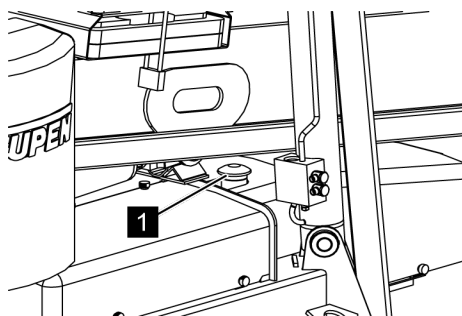

Fig. 104: Dévisser le bouchon
4. ↪ Dévisser le bouchon (Voir la Fig. 104/1) du réservoir d'huile hydraulique.
7. → Visser le bouchon (Voir la Fig. 104/1) du réservoir d'huile hydraulique.